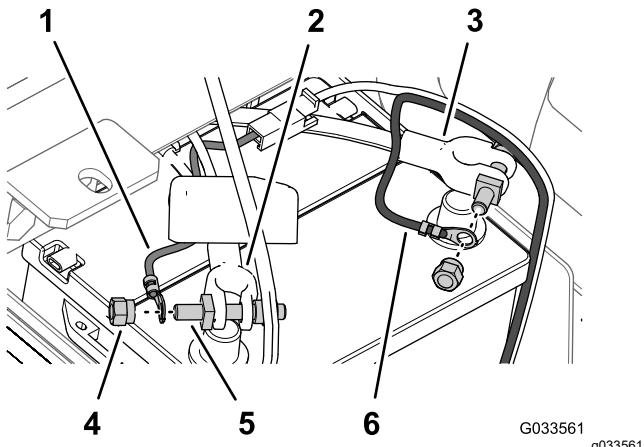

Figura 31
6. Alinhe o terminal de anel da ligação do fusível (cablagem do pulverizador) ao borne do parafuso terminal que montou no cabo positivo da bateria com uma porca de fixação (Figura 31).
7. Prenda o terminal de anel do cabo negativo (preto – cablagem do pulverizador) ao borne de parafuso terminal que montou no cabo negativo da bateria com uma porca de fixação (Figura 31).